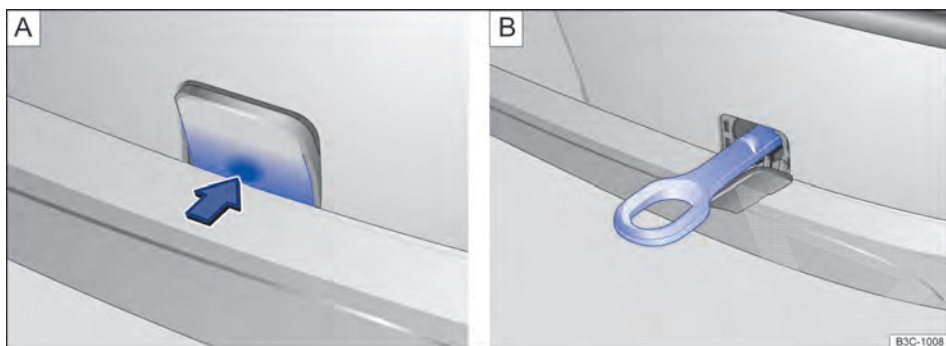
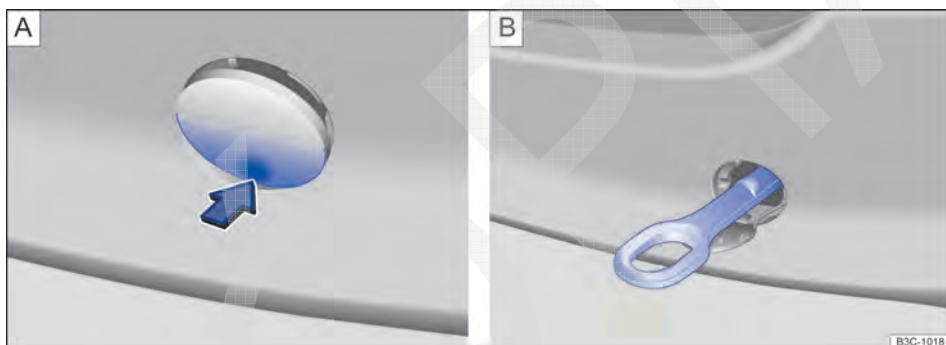

Fig. 285 No para-choque traseiro, à direita (variante 1): remover a capa de cobertura (A) e a argola de reboque rosqueada (B).
Fig. 286 No para-choque traseiro, à direita (variante 2): remover a capa de cobertura (A) e a argola de reboque rosqueada (B).
O alojamento da argola de reboque parafusável está localizado atrás, à direita do para-choque, atrás de uma capa de cobertura ⇒ Fig. 285 ou ⇒ Fig. 286. Em *veículos com dispositivo de reboque instalado de fábrica*, atrás da capa de cobertura **não** há um alojamento da argola de reboque parafusável. Para rebocar, bascular para fora ou montar e utilizar a rótula de engate ⇒ Página 173, ⇒ .
- Pressionar na área inferior da capa de cobertura ⇒ Fig. 285 A ou ⇒ Fig. 286 A no sentido da seta, para soltar o encaixe da capa de cobertura.